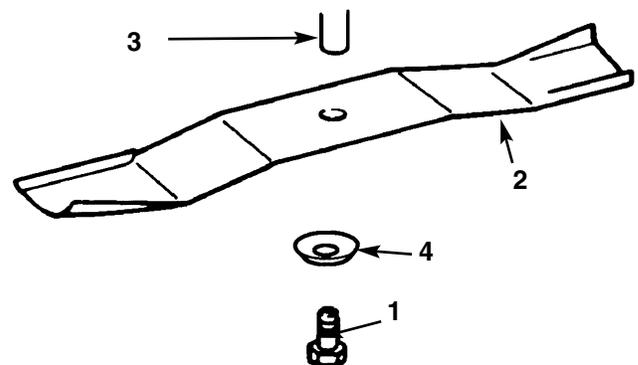

Bild 35
3. Die Schraube ($\frac{5}{8}$ " Maulschlüssel), Wellenscheibe und das Messer entfernen (Bild 35). Zwischen Messer und Mäher kann ein Holzklotz eingeklemmt werden, um das Messer zu sperren, wenn die Schraube entfernt wird.
1. Messerbalken, Halteblech, Konkavscheibe (konkave Seite zum Messerbalken) und die Messerbalkenschraube montieren (Bild 35).